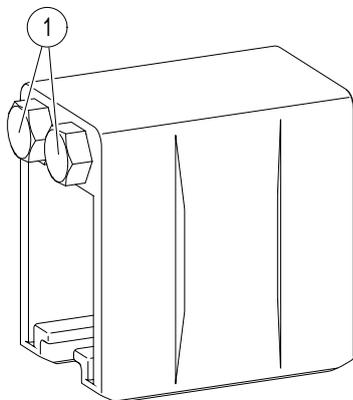

Fig. 86 : Vis latérales du point d'ancrage
- Serrer les deux vis latérales (pos. 1) (voir Fig. 86) sur la borne fixe au couple prescrit (SW 8, clé dynamométrique : **10 Nm**). Respecter le couple de serrage de 10 Nm. S'il y a lieu, l'entrefer réglé des joints de dilatation doit être contrôlé à nouveau au niveau des joints de dilatation les plus proches après le serrage du point fixe (voir le chapitre 6.4.3.6).